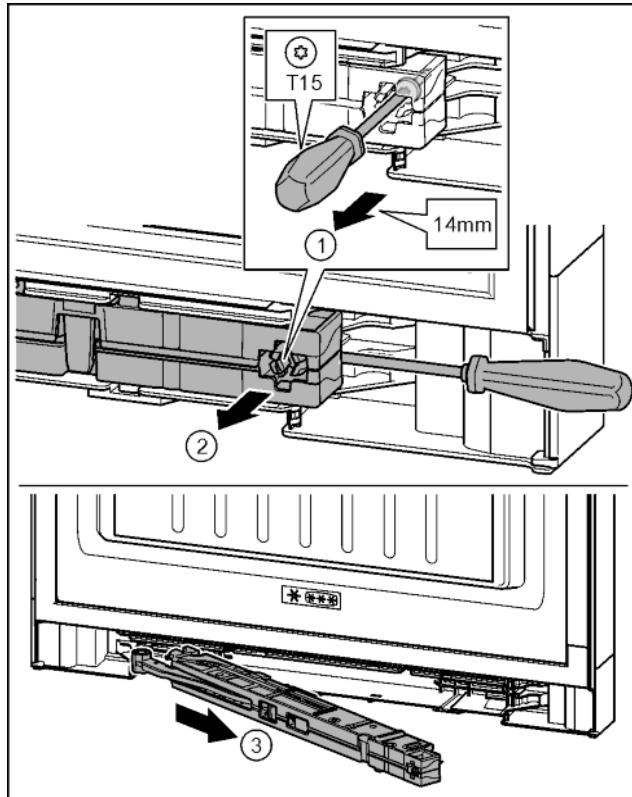

Fig. 17
► Ослабить винт на узле амортизатора с помощью отвертки T15 примерно на 14 мм. Fig. 17 (1)
► Переместить отвертку со стороны ручки за узел амортизатора. Повернуть узел вперед. Fig. 17 (2)
► Вытащить узел амортизатора. Fig. 17 (3)